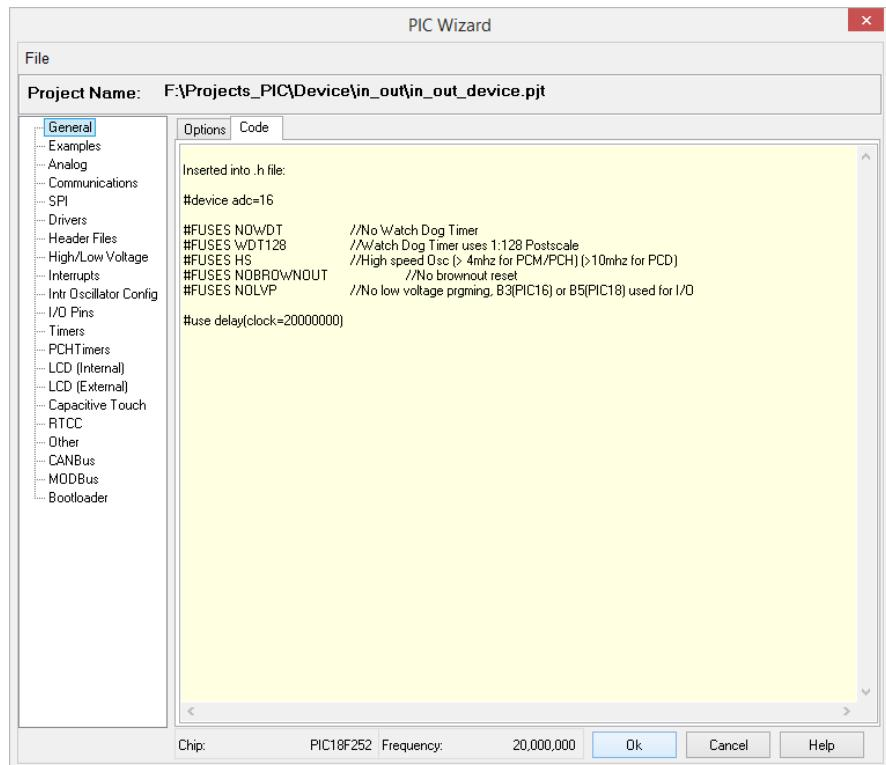

Рисунок 3.1.8 – Попередній перегляд коду, що генерується майстром **PIC Wizard** для поточного розділу **General**
7. Для перегляду програмного коду, слід вибрати вкладку **Code** (рис. 3.1.8).